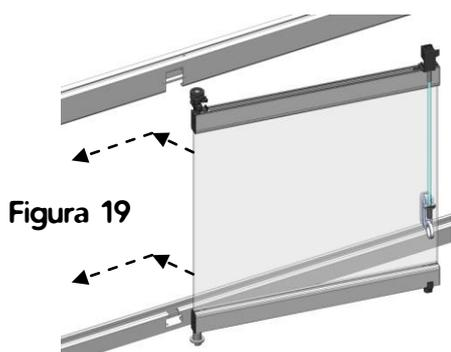

Figura 19
- Introducir la 1ª Hoja a través de las 2 ventanas de salida de los perfiles "Marco Superior e Inferior" en dirección al extremo/punto de apertura, por el extremo que lleva montada la bisagra con rodamientos, en posición lo más paralela posible a los marcos (figura 19).